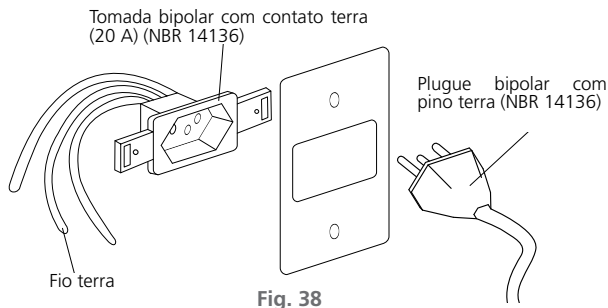

Fig. 38
- Ligar o produto em uma tomada bipolar com contato terra, de 20 A, 3 pinos redondos (diâmetro dos pinos 4,8 mm) devidamente aterrada (NBR 14136), exclusiva, de fácil acesso, em excelente estado, dimensionada de acordo com o circuito de proteção (fig. 38). Em caso de dúvida, consultar um electricista de sua confiança.